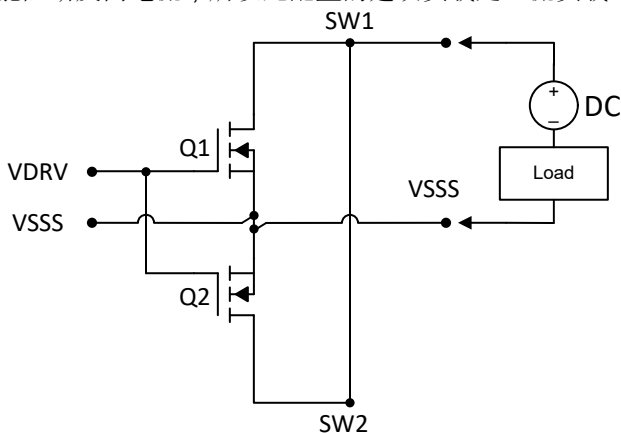

图 4-2. 直流负载
- b. 图 4-2 显示了使用两个并联公共源 MOSFET 的应用。此操作可使用户实现更低的 RDSON。由于一个 MOSFET 在关闭时不能阻断反向电流，所以此配置的建议负载是直流负载。